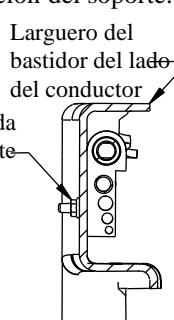
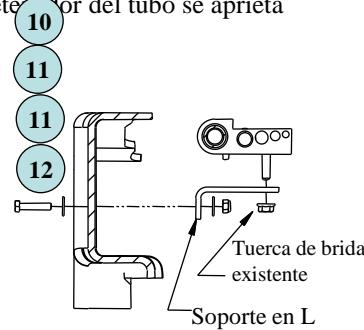

Figura 2c
Figura 2d
- 2b. **En vehículos con motor de gas únicamente.** El tubo de vapor que va a lo largo del costado interior del larguero del bastidor del lado del conductor se debe reposicionar antes de instalar el soporte del lado del conductor (ver la Figura 2b). Quitar la tuerca mariposa del exterior del bastidor y guardarla para uso posterior (ver la Figura 2c). Rotar todos los tubos hacia arriba y afuera del camino. Instalar el soporte en L con piezas de 1/4", como se muestra en la Figura 2d. Apretar el soporte en L al bastidor, pero dejar el retenedor del tubo suelto como ayuda en la instalación del soporte. El retenedor del tubo se aprieta sobre el soporte en L en el paso 12.
12. **En vehículos con motor a gasolina únicamente:** Usar la tuerca mariposa de fábrica que se retiró en el paso 2 para apretar el retenedor de tubos en el soporte en L como se muestra en la Figura 2d.